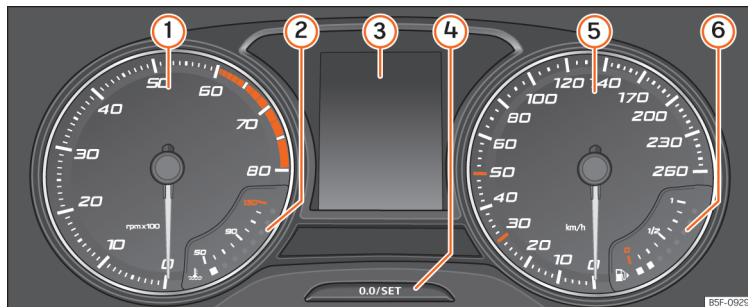

Fig. 54 Painel de instrumentos no painel de bordo.
Explicações sobre os instrumentos »» Fig. 54:
- Pressione brevemente o botão **0.0/SET** » » Fig. 54 ④ para repor o conta-quilómetros parcial em 0.
- Mantenha pressionado o botão **0.0/SET** ④ durante 3 segundos e visualizará o valor anterior.